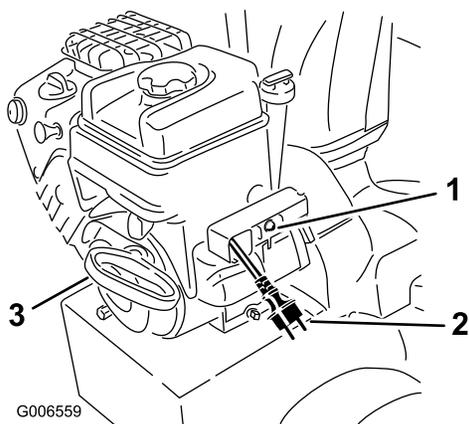

Figura 30
- Avviate lo spazzaneve tirando la maniglia di avviamento a strappo o premendo il pulsante di avviamento elettrico (tutti i modelli eccetto i modello 38597) (Figura 30).